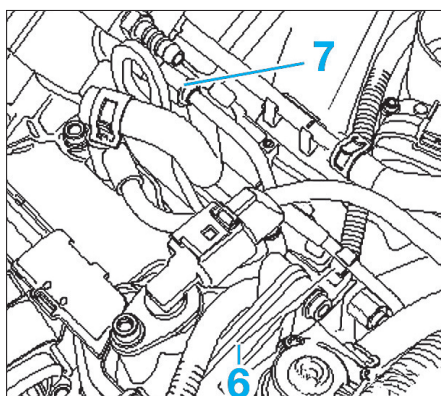

Fig. 65
- Déposer l'agrafe (6) du conduit haute pression (Fig.65).
- Desserrer les extrémités du conduit haute pression (7).